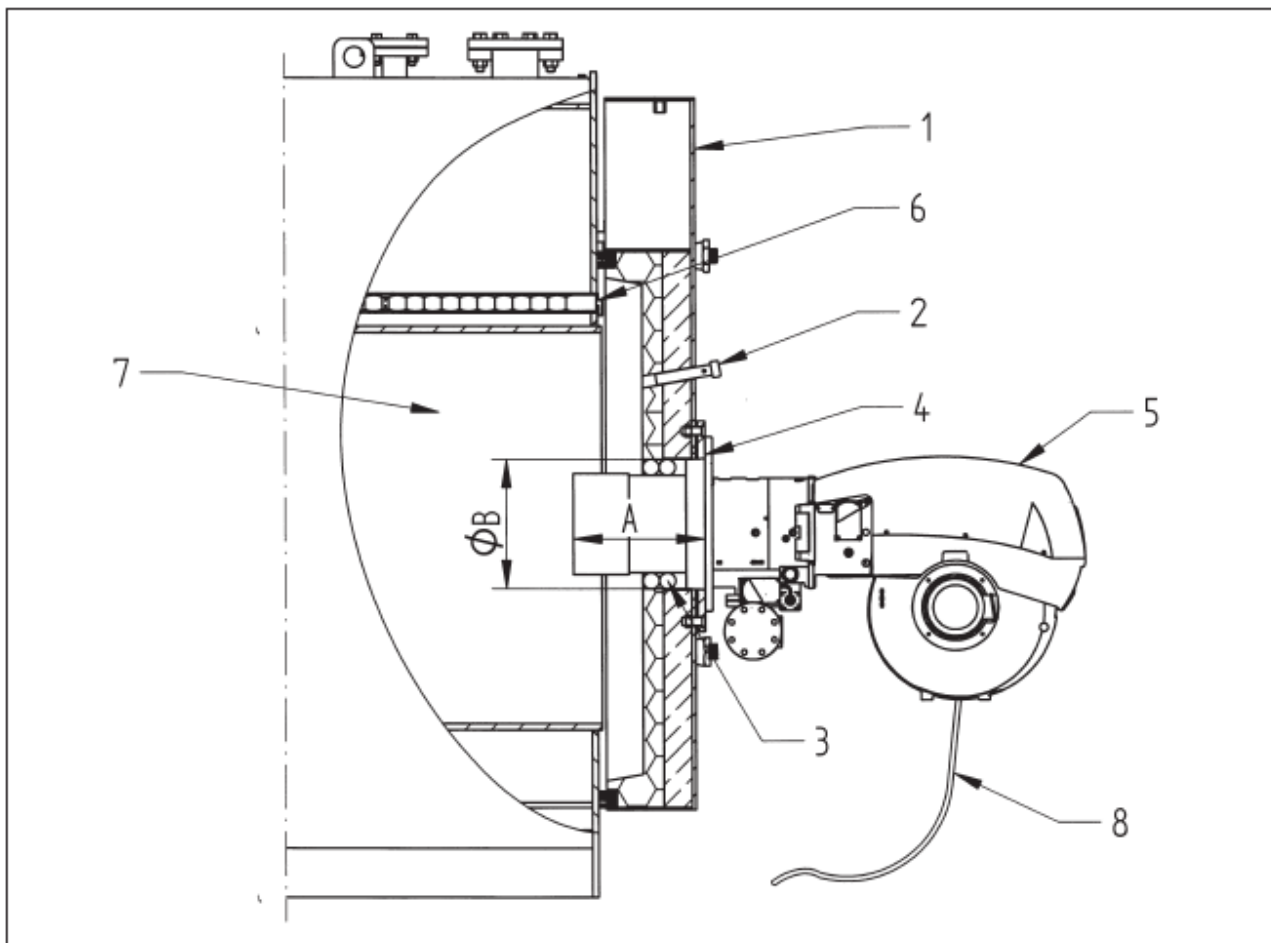

рис. 12
16. МОНТАЖ ГОРЕЛКИ (рис. 12)
Паровые котлы VAPOPREX HVPq оборудованы стальными завихрителями, расположенными в трубах дымовых газов (рис. 12 - дет. 6) В каждую жаровую трубу вставляется по турбулятору, при этом турбулятор задвигается полностью до упора в заднюю стенку дымового короба..